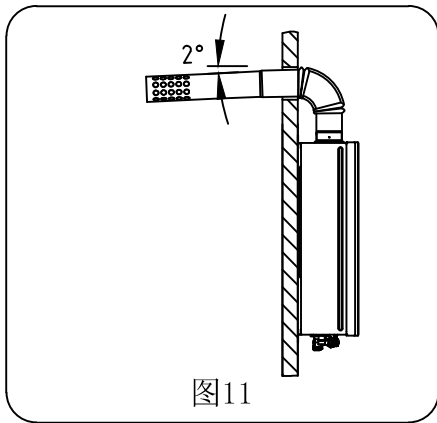

图11
- 必须使用本热水器所配用的专用烟管，安装方法见(图11)。